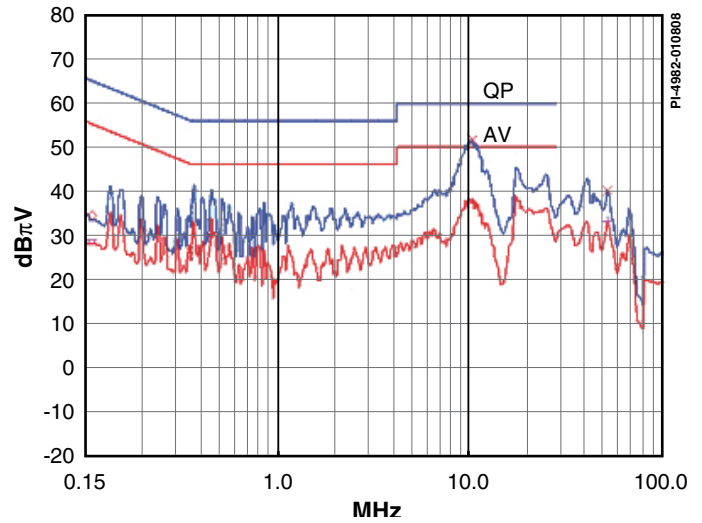

图3. EN55022 B标准的传导EMI结果。表示最差条件下的测量结果，测量电压为230 VAC，输出RTN连接到接地端
- 满足EN55015B传导EMI限制, EMI裕量 > 8 dB $\mu$ V (参见图3)